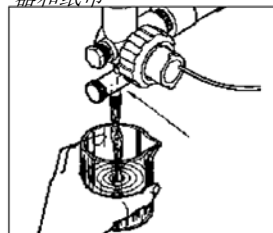
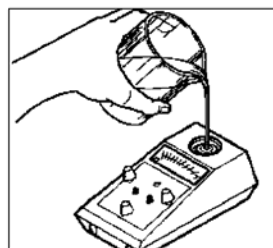

图 18
图 19
4. 从样本流中获取系统水的样本 (如图 18 所示), 使用可靠的、经校准的测试器测试该样本 (图 19)。如果使用的是无温度补偿测试器, 则进行人工补偿或使样本达到 25°C (77°F), 然后读取样本的读数。如果与 MCT100 控制器上的 SYS DATA (系统数据) 菜单下的当前读数一致, 请继续设置参数。如果不一致, 请进行系统校准。
1. 获取系统水的样本, 并使用可靠的、经校准的 pH 测试器 (参看图 18 和图 19) 测试样本。记录读数。